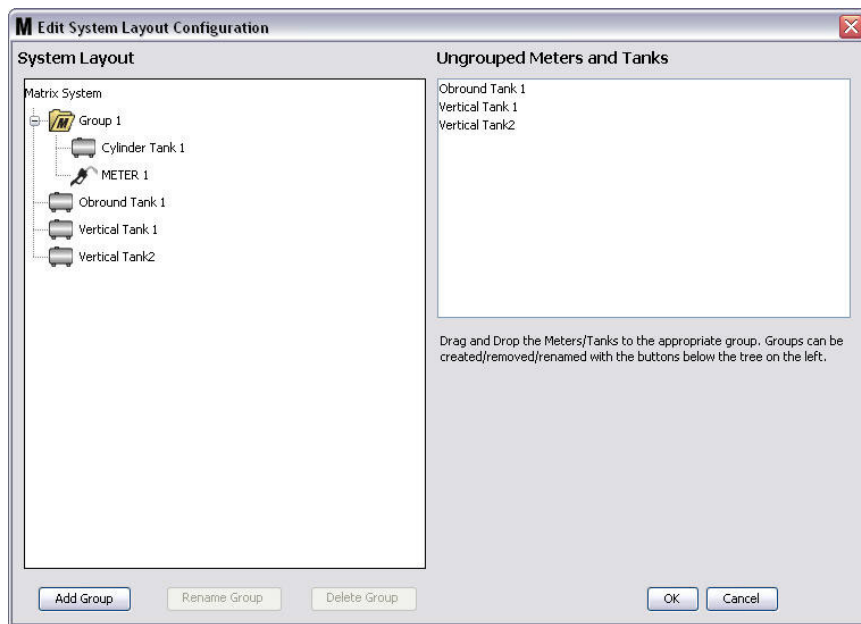

FIG. 129
- Los tanques y los medidores seleccionados ahora aparecerán debajo del icono de carpeta en la sección Sistema Matrix de la pantalla según se representa en la FIG. 129.
- Para cambiar el nombre de un grupo, utilice su ratón para seleccionar la carpeta del grupo de la lista en la sección Sistema Matrix de la pantalla. Haga clic en el botón Cambiar nombre de grupo (FIG. 129).
11. Para eliminar un grupo, utilice su ratón para seleccionar la carpeta del grupo en la sección Sistema Matrix de la pantalla. Haga clic en el botón Eliminar grupo (FIG. 129).